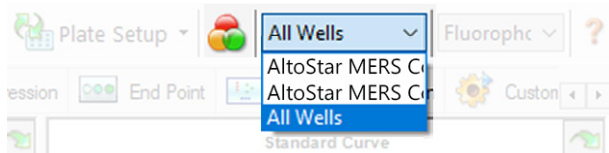

Figura 4: Botón Well Group (grupo de pocillos) y menú desplegable Well Group (grupo de pocillos)
En la ventana Data Analysis (análisis de datos), asegúrese de seleccionar el respectivo **Well Group** (grupo de pocillos) del kit AltoStar® MERS-CoV RT-PCR Kit 1.5. Por tanto, haga clic en el menú desplegable **Well Group** (grupo de pocillos) junto al botón **Well Group** (grupo de pocillos) (consulte la figura 4) de la barra de herramientas. No utilice el **Well Group** (grupo de pocillos) «All Wells» (todos los pocillos). La selección de la figura 4 se usa como vista de ejemplo general.
1. En la ventana Data Analysis (análisis de datos), asegúrese de seleccionar el **Well Group** (grupo de pocillos) del kit AltoStar® MERS-CoV RT-PCR Kit 1.5. Por tanto, haga clic en el menú desplegable **Well Group** (grupo de pocillos) junto al botón **Well Group** (grupo de pocillos) (consulte la figura 4) de la barra de herramientas.
1. En la ventana Data Analysis (análisis de datos), asegúrese de seleccionar el respectivo **Well Group** (grupo de pocillos) del kit AltoStar® MERS-CoV RT-PCR Kit 1.5. Por tanto, haga clic en el menú desplegable **Well Group** (grupo de pocillos) junto al botón **Well Group** (grupo de pocillos) (consulte la figura 4) de la barra de herramientas.